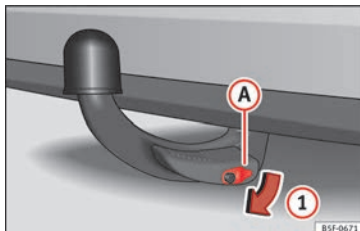

Bild 230 Avlägsna låsskyddet.
- Ta bort skyddet **(A)** från låset i pilens riktning **(1)** » bild 230.